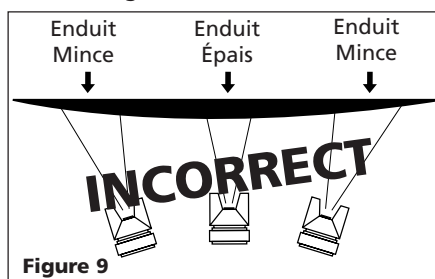

Figure 9
- Garder la buse environ 6 po à 9 po de la surface de travail pendant le coup et toujours déplacer la buse pendant la pulvérisation. Arrêter le pistolet en mi coups causera un surplus de peinture et résultera en coulements. Ne pas bouger le pistolet en éventail d'un côté à l'autre pendant la pulvérisation. Ceci causera un surplus de peinture au centre du coups et un enduit insuffisant à chaque bout (Voir Figure 9).